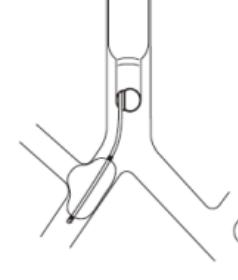

Fig.9
3. Til højre thorakotomi skal blokeringsmarchetten positioneres og oppustes for at herniere den let i den øvre lobære bronkus. Dette hjælper med at fastgøre blokeringsmarchetten på plads og helt blokere den højre bronkus (Fig. 9).